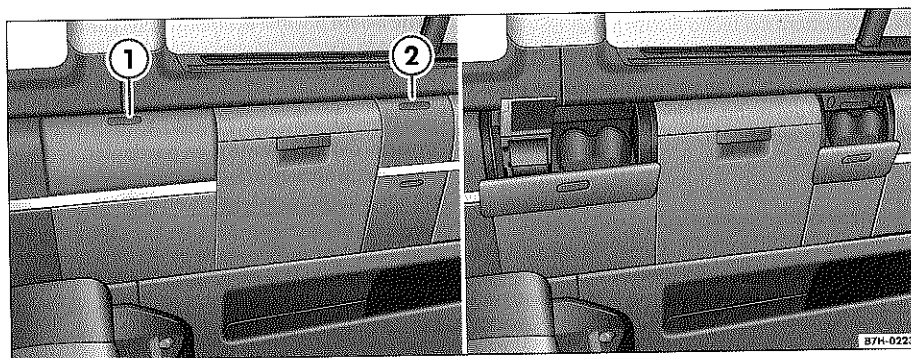

Fig. 81 Portabebidas en el guarnecido lateral central
Presione sobre la cubierta del portabebidas situado en el guarnecido lateral central ⇒ página 92, fig. 81 ① o ②; el portabebidas se abre automáticamente. Para cerrarlo, retire primero la botella o la lata y empuje la cubierta hacia el guarnecido lateral hasta que encastre.